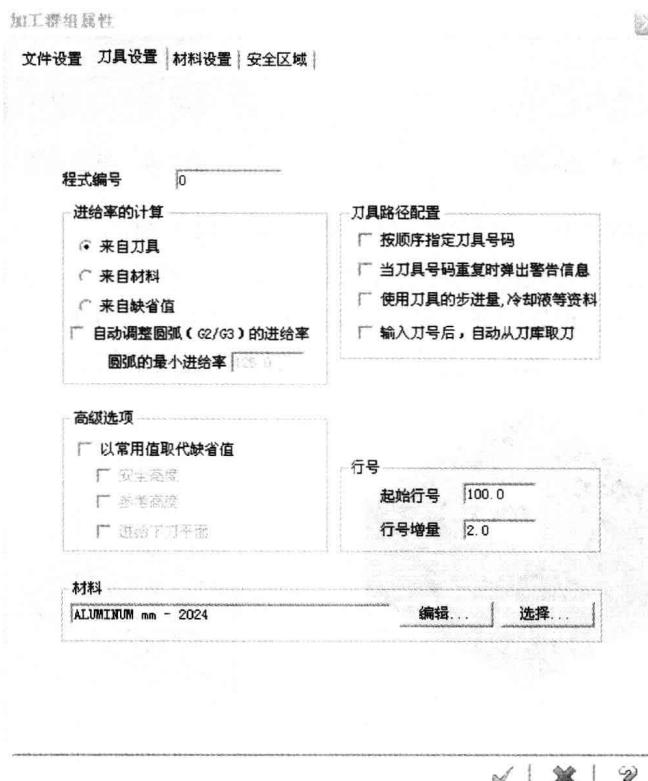

图 1.9 加工群组属性对话框
(2) 点击加工群组中的刀具设置, 出现如图 1.9 加工群组属性对话框。